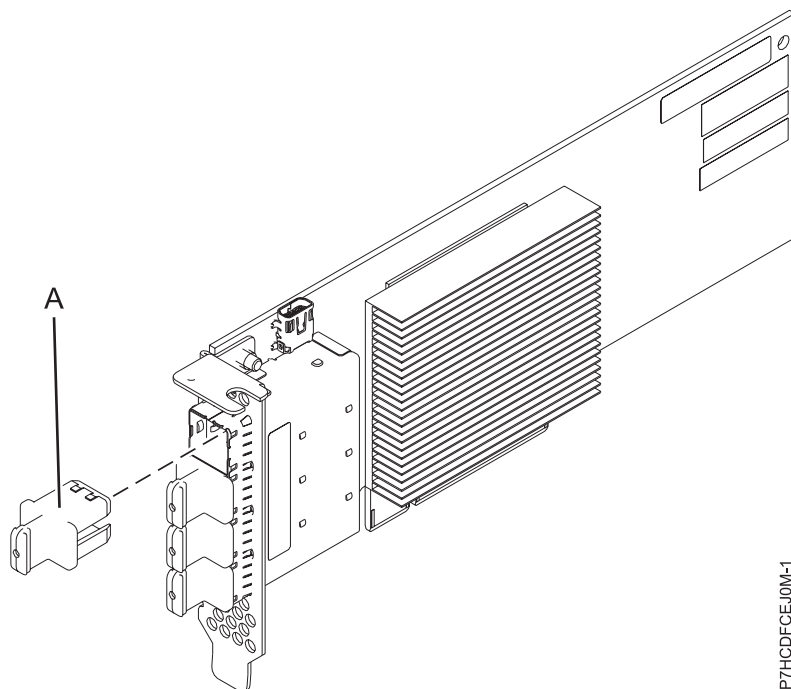

Figure 15. Carte PCIe3 SAS RAID de 6 Go LP à quatre ports
L'adaptateur PCIe3 SAS RAID quatre ports 6 Gb LP est une carte PCI Express (PCIe) SAS RAID de troisième génération, courte et à faible encombrement. Il est destiné à des applications SAS (Serial Attached SCSI) hautes performances et haute densité. Il prend en charge le raccordement de disques SAS et d'unités SSD via quatre connecteurs mini-SAS HD (haute densité) x4 qui permettent d'utiliser les liaisons physiques dans différentes configurations port réduites ou étendues. L'adaptateur ne dispose pas d'un cache en écriture. La figure 15, à la page 47 illustre la carte PCIe3 SAS RAID quatre ports 6 Gb LP.
La figure 15, à la page 47 représente la carte. Le capuchon du connecteur (A) est installé dans un port vide et empêche que ce port ne soit endommagé lorsqu'un câble d'un connecteur de port adjacent est branché ou retiré.